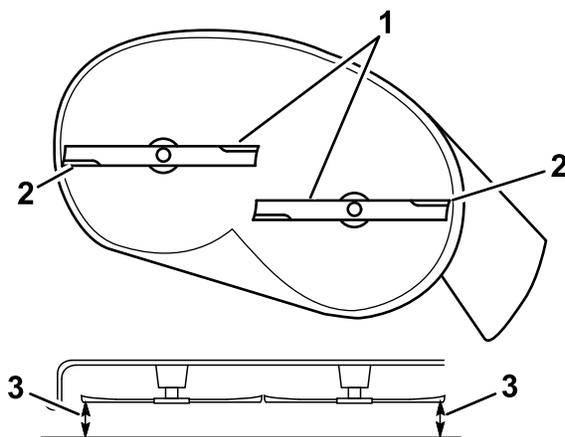
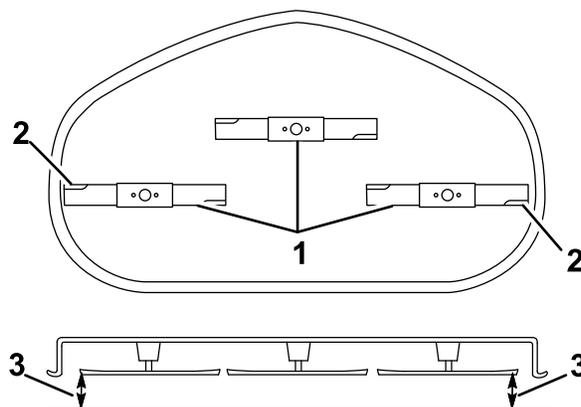

図 64
図 65
- 外側の刃先と平らな床面との距離を測定する 図 64 と 図 65。